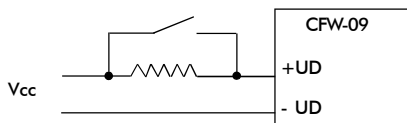

Figura 2 – Circuito de precarga externo (mecánica de 1 a 5)
- Para mecánicas de 1 a 5 es necesario dimensionar adecuadamente el circuito de precarga. El contactor es comandado vía tarjeta CC9 (mirar figura 2). Para mayores informaciones consulte la WEG.